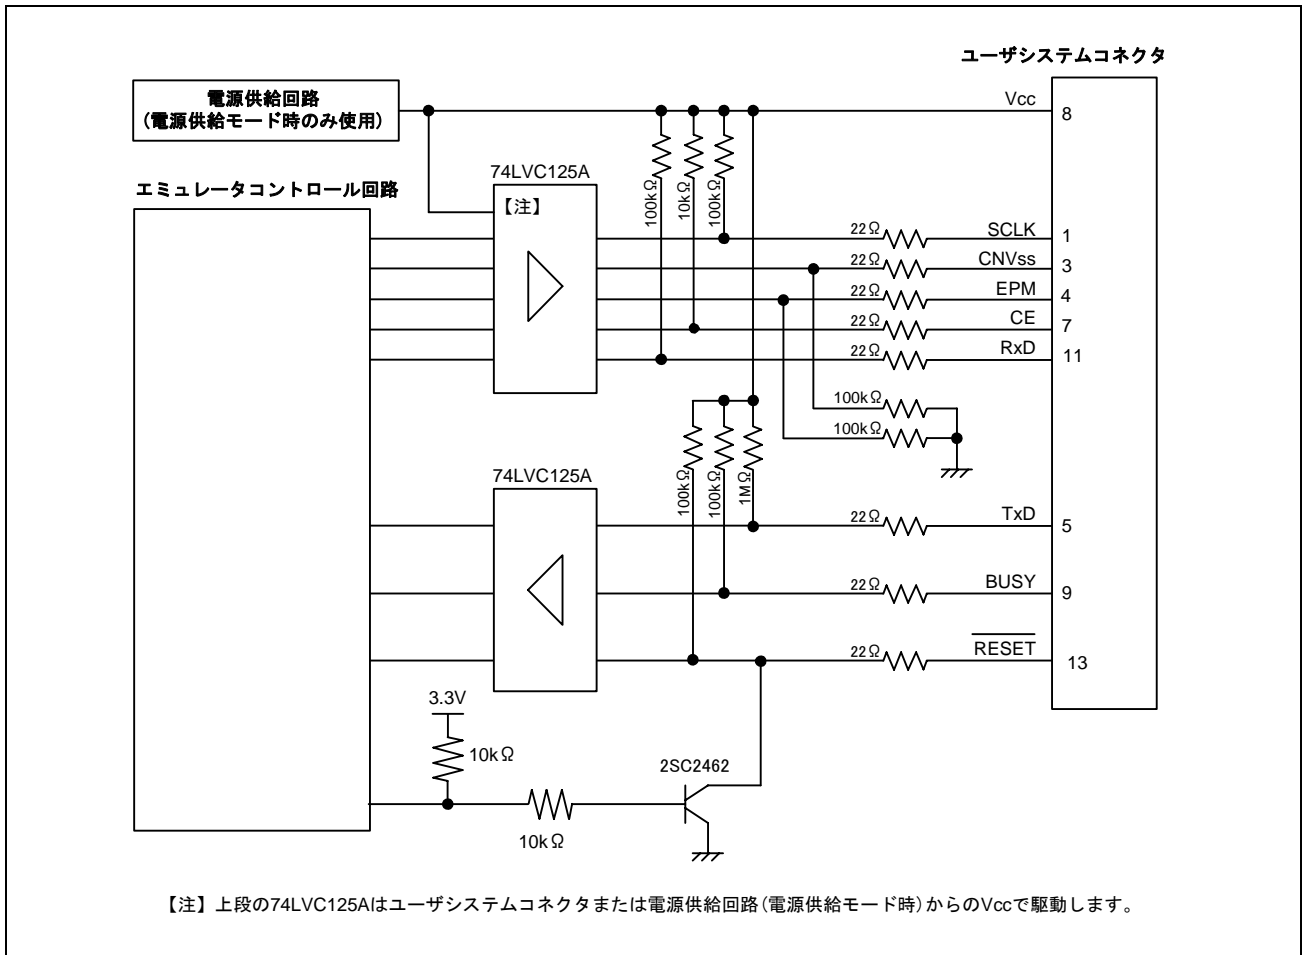

図 5.7 E8 エミュレータ内インタフェース回路 (参考)
E8エミュレータ動作中にP64はHiZ状態になることがあります。そのため、抵抗値に関しては、E8エミュレータ内部抵抗(図5.7)との分圧により、中間電位にならない値で端子処理をしてください。
E8エミュレータ動作中にP86または,P85およびP16はHiZ状態になることがあります。そのため、抵抗値に関しては、E8エミュレータ内部抵抗(図5.7)との分圧により、中間電位にならない値で端子処理をしてください。
9. 図5.7にE8エミュレータ内インタフェース回路を示します。プルアップ抵抗の値などを決定するときに参考にしてください。